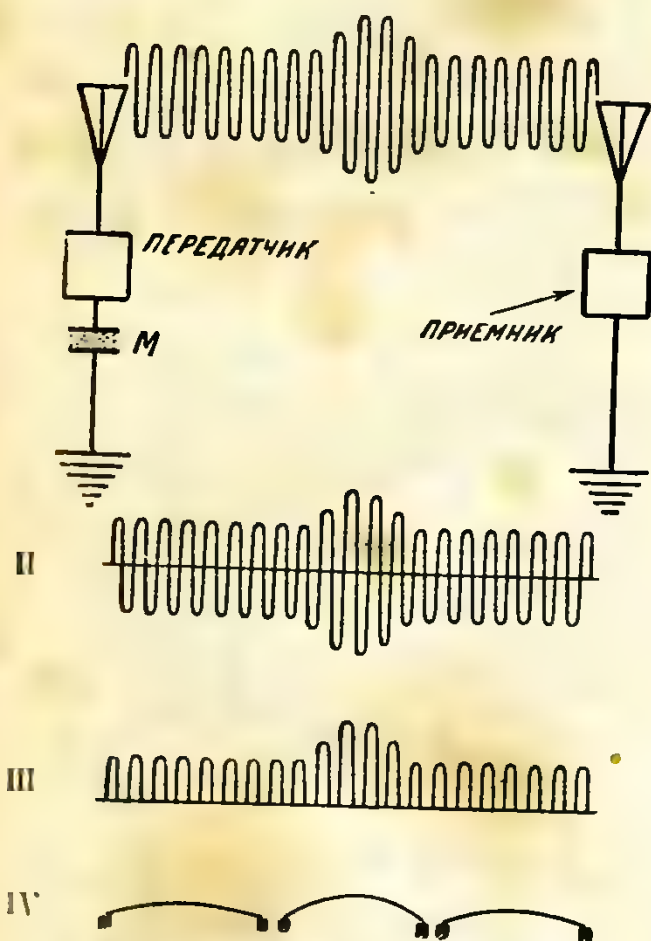

Рис. 4. Что происходит с волнами, током в антенне, выпрямленным током и мембраной телефона, когда по мембране микрофона дан щелчок.
опять вернулось в прежнее состояние. Но за это же мгновение, колебания в антенне стали сильнее, чем предыдущие и последующие; соответственно с этим и волны, рожденные в момент щелчка, будут мощнее, чем те волны, которые были излучены в то время, когда микрофонная пластинка находилась в покое. На рис. 4 (I) мы видим среди ряда совершенно одинаковых волн (излученных в то время, когда пластинка микрофона была в покое) ряд волн с более высокими гребнями — это и есть волны, рожденные в момент щелчка. Волны вызовут в приемной антенне электрические колебания. Более мощные волны вызовут более сильные колебания (рис. 4, II). Детектор эти колебания выпрямит (рис. 4, III), и мембрана микрофона, которая при спокойном положении пластинки микрофона получала ряд совершенно одинаковых толчков, вдруг получает несколько более сильных толчков, под их влиянием сильнее пригнётся к магниту и затем отходит обратно (рис. 4, IV). Другими словами, телефонная пластинка издаст щелчок, она повторит то движение, которое проделала пластинка микрофона.